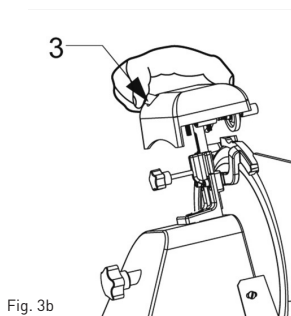
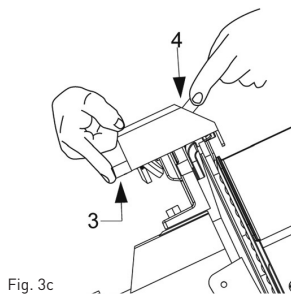

Fig. 3b
Fig. 3c
- Mettre la trancheuse en marche, en positionnant le bouton dans la position „I” (ON);
- Appuyez le bouton (pos.3, Fig. 3b), laissez la lame frotter contre l'affûteuse pendant environ 30/40 secondes jusqu'à ce que sur le bord de la lame vous allez créer une bavure ;
- Appuyez simultanément deux boutons (pos. 3 et 4, Fig. 3c) pendant 3-4 secondes , ensuite relâchez-les dans le même temps. Fig. 3b